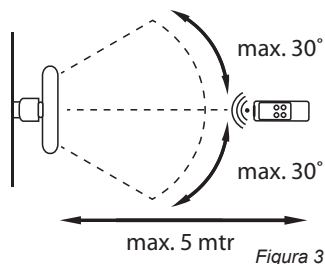

Figura 3
- La distanza tra l'apparecchio e il telecomando dovrebbe, nt essere più di 6 metri (vedi figura 3).
- Puntare il telecomando verso l'apparecchio e accertarsi che l'angolo è minore di 30 gradi (vedi figura 3).